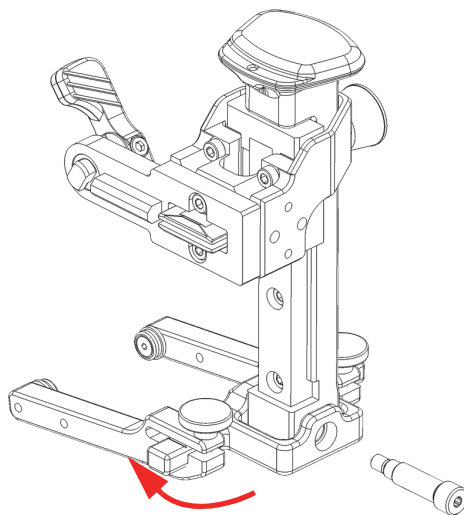

Abbildung 2-23 Schwenkträger des Gabelstücks austauschen
6. Drehen Sie den Schwenkträger des Gabelstücks um 180° und schieben Sie ihn zurück in die Schiene des federbelasteten Arms (Abbildung 2-23 auf Seite 58).